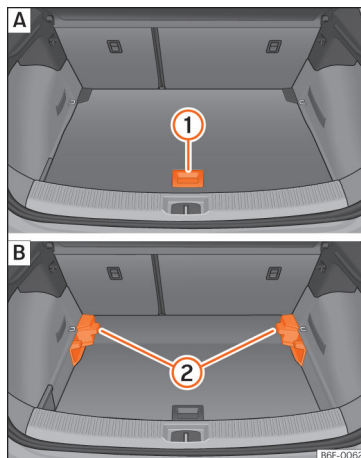

Fig. 145 Piso variável da bagageira: **A** posição alta; **B** posição baixa.
- Para passar da posição baixa para a alta, levante o piso pela pega »» **Fig. 145 1**, puxe-o para trás até que a parte dianteira do piso baixe totalmente os suportes **2**.
- Para passar da posição alta para a baixa, levante o piso pela pega »» **Fig. 145 1**, puxe-o para trás até que a parte dianteira do piso baixe totalmente os suportes **2**.
- Com o piso variável na posição alta, levante pela pega »» Fig. 145 ①, puxe-o e empurre para o encosto dos bancos traseiros até que o piso dobre pela linha da dobradiça e a parte móvel do piso assente sobre o mesmo.